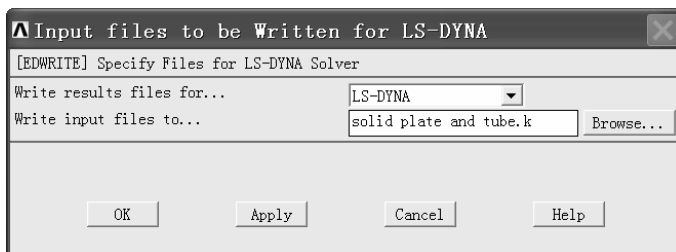

图 5-53 “Input files to be Written for LS-DYNA” 窗口
(3) 在“Write input files to...”窗口中“文件名(N):”后的方框中输入“solid plate and tube.k”，然后单击“保存”按钮，返回到“Input files to be Written for LS-DYNA”窗口（见图 5-53）。